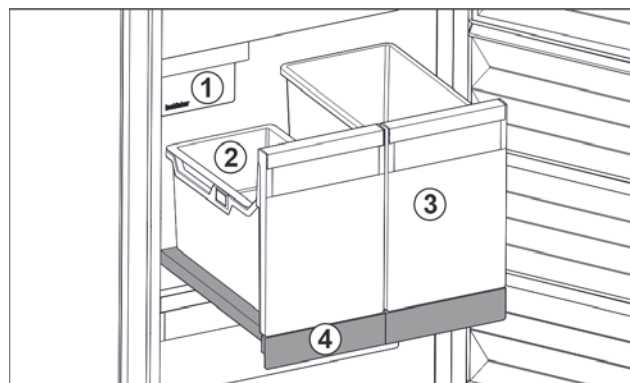

Fig. 32 Выдвижная панель с IceTower
- (2) Подвесной лоток для кубиков льда (4) Выдвижная панель
На выдвижной панели находятся два высоких контейнера (IceTower). В контейнере Fig. 32 (2) собираются и хранятся кубики льда из IceMaker. Контейнер Fig. 32 (3) подходит для хранения высоких продуктов, таких, как пицца или алкогольные напитки.